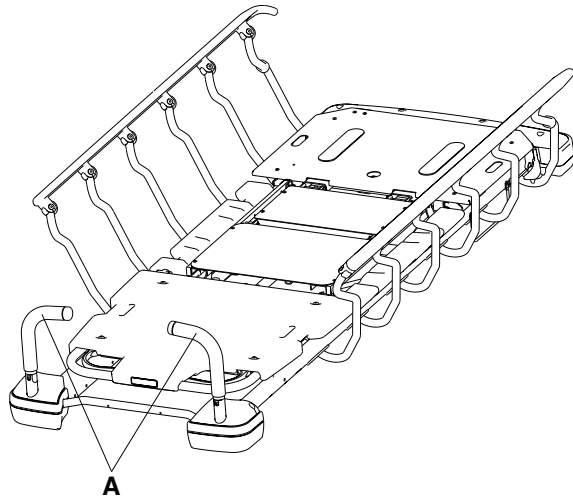

Figure 11 – Positionnement des poignées de poussée du côté tête
1. Faire pivoter les poignées (A) vers le haut du côté tête du produit (Figure 11).